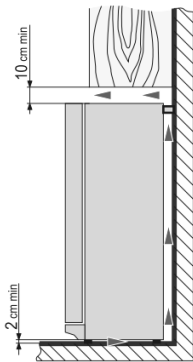

Abb. 6
- Halten Sie einen Mindestabstand von 10 cm zwischen der Oberseite des Gerätes und denen darüber befindlichen Gegenständen (z. B. Schrank). Anderenfalls steigt der Stromverbrauch an oder der Kompressor kann sich überhitzen (**Abb. 6**).